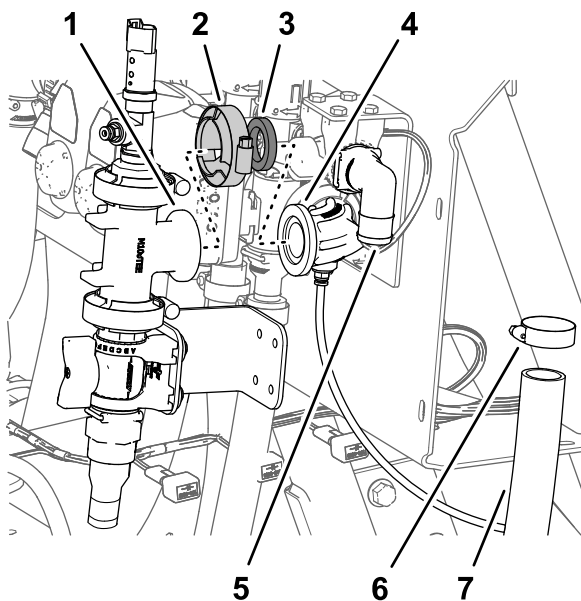

Figura 44
1. Ensamble provisionalmente el acoplamiento de T y el acoplamiento de 90° con una junta y una abrazadera para bridas (Figura 44).